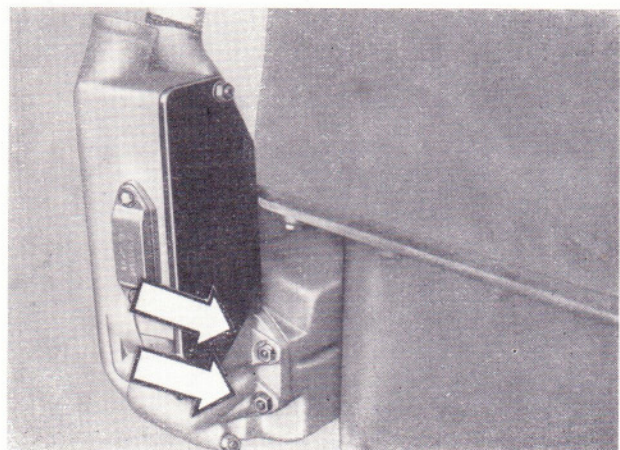

Bild 45
- Befestigungsmuttern des Heizelementes (hinten) am Röhrenbündelwärmetauscher abschrauben und das Heizelement (hinten) abnehmen (Bild 45).